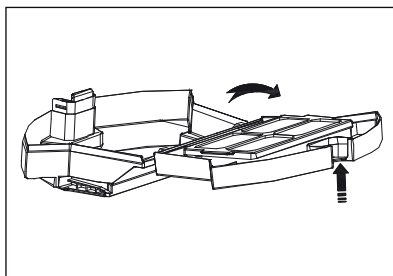

Fig. 8
- 2) Premere il tasto di sblocco **13** del contenitore della polvere **14** e aprire quest'ultimo (vedere fig. 8).